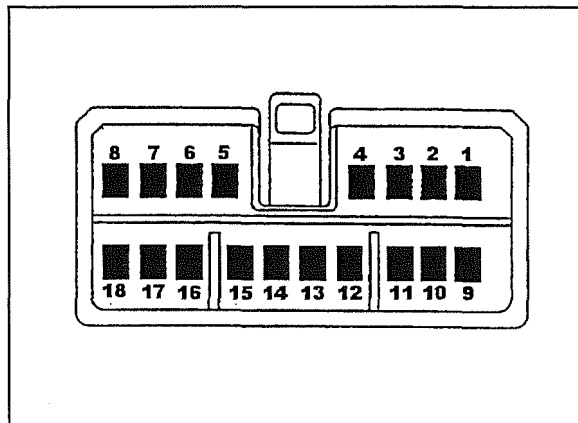

Fig. 46
2. Ligar a corrente do quadro e observando a fig.46 relativa à numeração da ficha múltiplo da central, verificar as seguintes medidas com um tester: